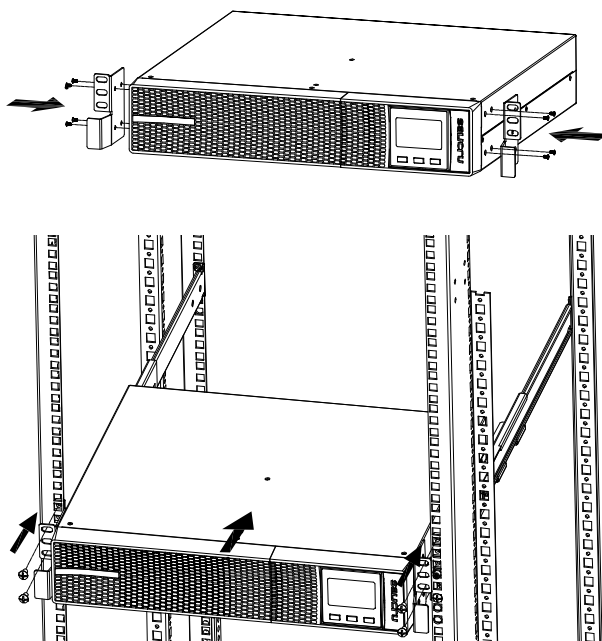
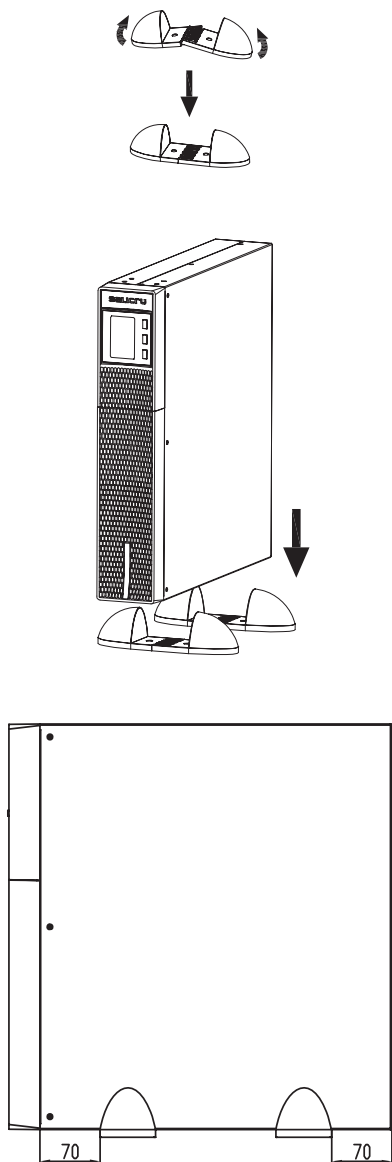
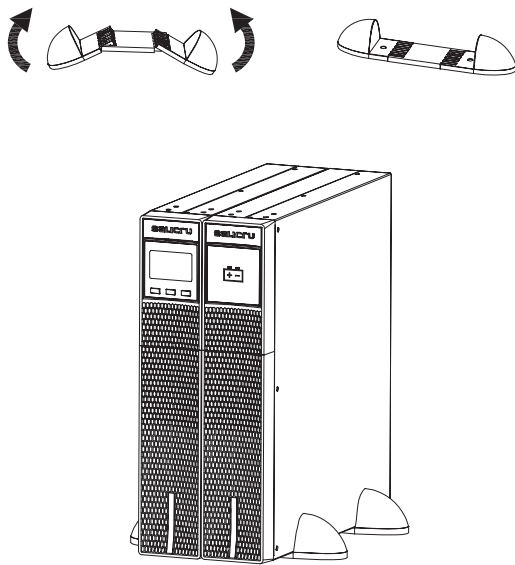

Fig. 4. Montaje tipo rack en armario 19".
Fig. 6. Montaje vertical -tipo torre-.
Fig. 8. Modelo en montaje vertical -tipo torre- con extensión autonomía (módulo de baterías).
- En las Fig. 4 a Fig. 8 se representa a modo de ejemplo el grafismo de un equipo o de éste con su módulo de baterías. Estas ilustraciones son de ayuda y orientación en los pasos a seguir y no pretenden en ningún caso particularizar las instrucciones a un solo modelo, aunque en la práctica las acciones a realizar son siempre las mismas para todos ellos.
- Operar del siguiente modo (ver Fig. 4):
- Colocar el SAI de pie entre las dos bases a una distancia de 70 mm desde cada extremo (ver la Fig. 6).
- Colocar el SAI y el módulo de baterías de pie entre las dos bases (ver la Fig. 8) y a una distancia de 70 mm desde cada extremo, tal como se muestra en la Fig. 6.